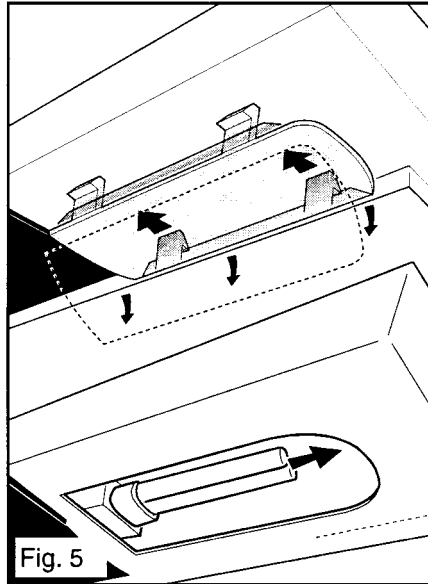

Fig. 5
**Replace Lights For Model HSW (Fig. 5)**